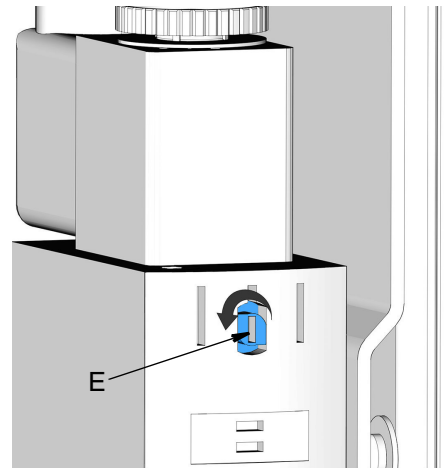

FIG. 15
1. Inserte un destornillador pequeño de punta plana en la ranura del tornillo del interruptor de control manual azul (E) (FIG. 15).
2. Gire 1/4 de vuelta el tornillo del interruptor de control manual azul (E) en sentido de las agujas del reloj.
3. Antes de reanudar el funcionamiento normal del PAC con Pulse, vuelva a poner el tornillo del interruptor de control manual azul (E) en posición de funcionamiento normal. Inserte un destornillador pequeño de punta plana en la abertura ranurada y gire el tornillo del interruptor de control manual azul en sentido contrario a las agujas del reloj, de vuelta a su posición original (FIG. 15).
El tornillo del interruptor de control manual azul (E) de la FIG. 15 está en la posición de funcionamiento normal.